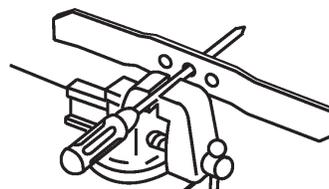

Figure 33
1. Vérifiez l'équilibre de la lame en enfilant le trou central sur un clou ou la tige d'un tournevis serré horizontalement dans un étau (Fig. 33).